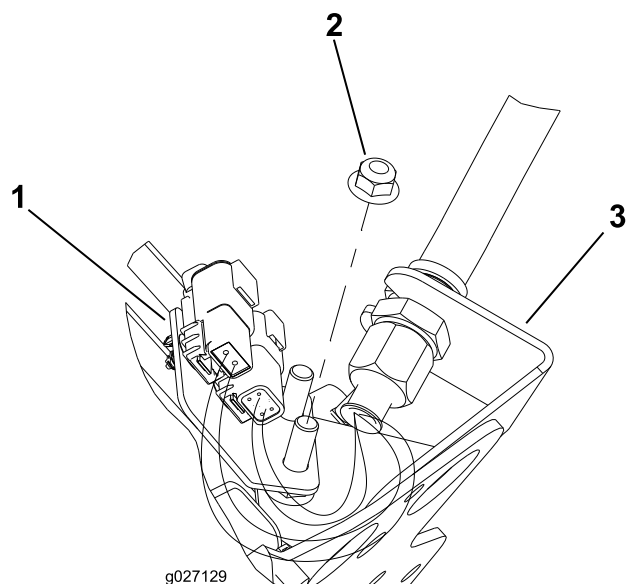
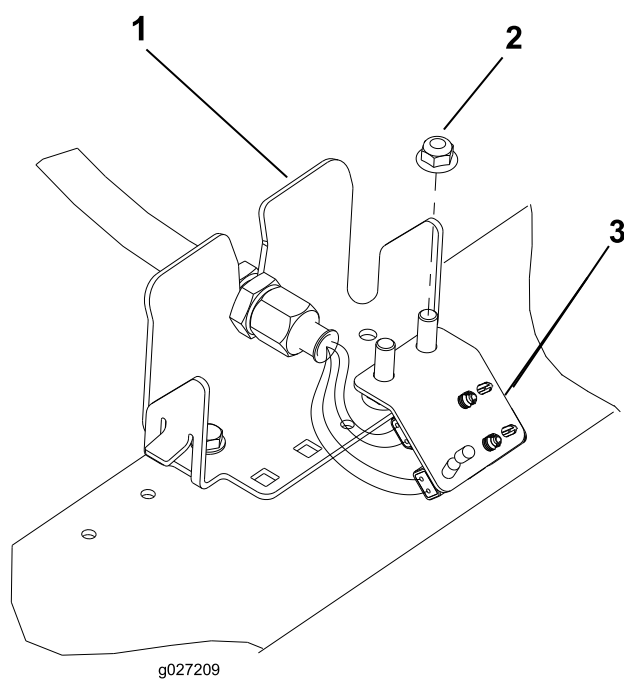

Рисунок 2
Рисунок 5
6. Повторите эти действия в остальных (4) местах перегородки, как показано на Рисунок 2 – Рисунок 5.